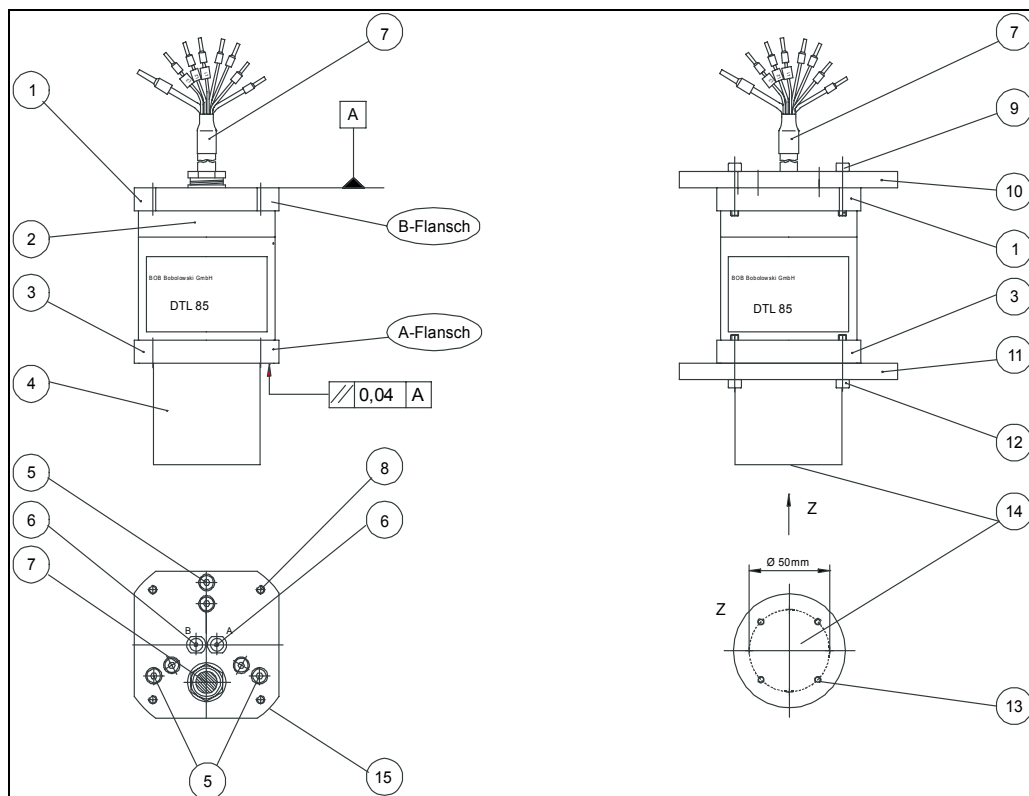
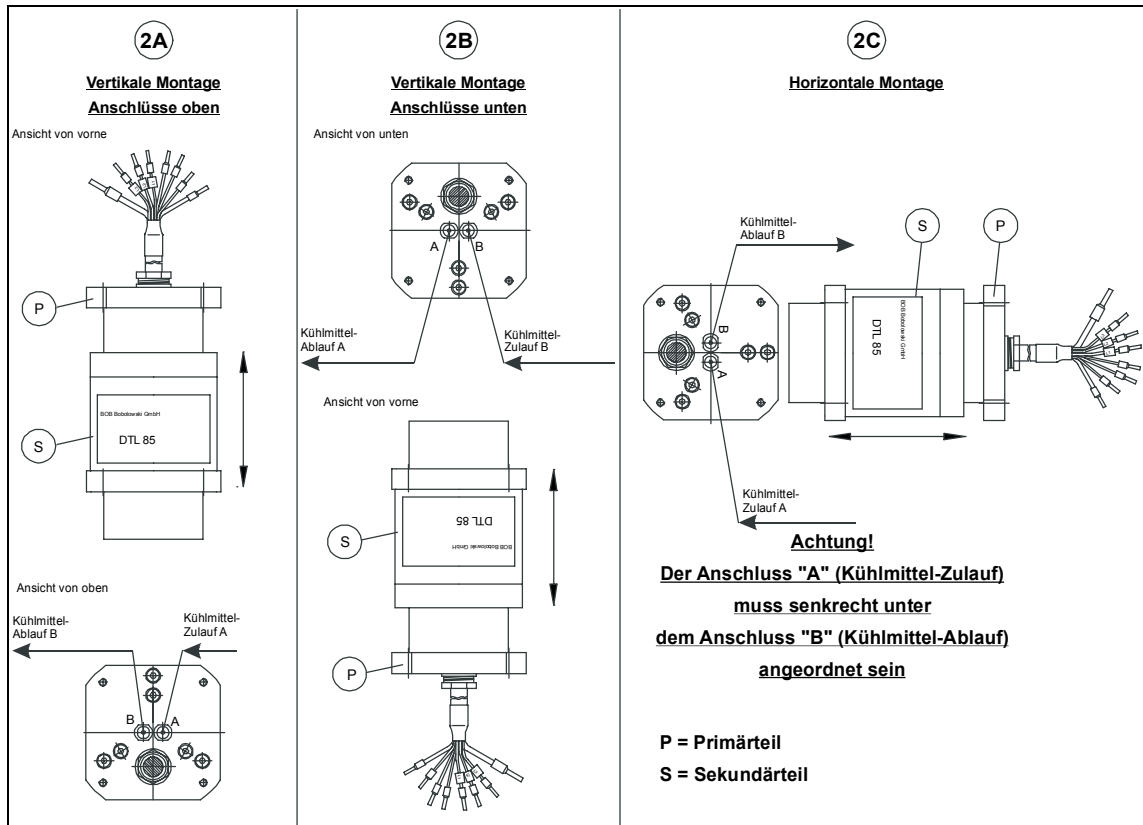

Abbildung 1
Abbildung 2
- Beim Entpacken ist zu beachten, dass an der Stirnseite des Sekundärteils (3) Magnete frei zugänglich sind. Die Annäherung von ferromagnetischen Teilen an diese Magnete stellt eine Gefährdung für das Montagepersonal dar und kann den Motor beschädigen.
- Bei der Lieferung sind Primärteil (Abb.1(1)+(4)) und Sekundärteil (Abb.1(2)+(3)) des Motors durch 3 Stück Transportsicherungsschrauben M5x12 (Abb.1(5)) verbunden. Beide Teile werden durch eine Eindrehung am Flansch des Primärteils (1) gegeneinander zentriert.
**Andere als die in Abbildung 2 dargestellten Einbaulagen sind nicht zulässig!**
- Die Anwenderkonstruktion ist so auszuführen, dass die Transportsicherungsschrauben (Abb. 1 (5)) auch nach der Montage zugänglich bleiben.
- Die beiden Montageflächen für die Motorflansche müssen parallel angeordnet sein (Abb. 1).
- Der Stahlflansch des Sekundärteils (Abb. 1 (3)) ist für Transport und Lagerung durch ein Korrosionsschutzöl gegen Rost geschützt. Bei der Montage ist dieser Flansch mit einem geeigneten Korrosionsschutzmittel zu behandeln, damit an der Kontaktfläche kein Rost entsteht.
4. Der Motor wird **im Lieferzustand** in die Anwenderkonstruktion (Abb.1) eingebracht.
**Zuerst** wird der B-Flansch des Primärteils (Abb.1 (1)) mit der feststehenden Montagefläche (Abb.1 (10)) mit 4 Stück Schrauben M5 (Abb.1 (9)) lose von Hand verbunden.
**Danach** wird der A-Flansch des Sekundärteils (Abb.1 (3)) mit der beweglichen und geführten Montagefläche (Abb.1 (11)) der Anwenderkonstruktion mit 4 Stück Schrauben M5 (Abb.1 (12)) lose von Hand verbunden.
5. Nach Entfernen der 3 Stück Transportsicherungsschrauben M5x12 (Abb.1 (5)) wird das Sekundärteil des Motors in der Anwenderkonstruktion beweglich und der Motor ist damit zentriert eingebaut.
6. Um den Motor mechanisch zu stabilisieren hat das Primärteil des Motors  **vier Gewinde M4 / 6 tief (Abb.1 (13)) in der Stabilisierungsscheibe (Abb.1 (14)).** Durch eine starre Verbindung mit der Anwenderkonstruktion werden eventuell auftretende Schwingungen gedämpft.
7. Der Anschluss der Kühlung erfolgt durch Anschluss von Schläuchen mit einem Außendurchmesser 6 mm und Innendurchmesser 4 mm an die Wasseranschlüsse (Abb.1 (6)). Die Kühlwasseranschlüsse sind auf dem Motor mit „A“ und „B“ gekennzeichnet. Bitte beachten Sie bei der Montage und beim Kühlwasseranschluss die Einbaulage des Motors um die erforderliche Kühlung zu gewährleisten (siehe Abb. 2).
9. Das flexible Anschlusskabel (Abb.1 (7)) des Motors ist für thermische Belastungen < 90°C geeignet. Es darf nur fest verlegt werden. Bei Dauerbewegungen, wie sie z.B. in einer Schleppkette auftreten, muss vor dem Punkt der Bewegung eine Umsetzung auf ein entsprechendes Kabel erfolgen. Auf das Kabel darf auch beim Transport des Motors kein Zug ausgeübt werden. Die am Kabel angegebene Leiterbezeichnung (U, V, W) gilt für ein dreiphasiges, rechts-drehendes System und entspricht einer Bewegung des Sekundärteils in Richtung der Stabilisierungsscheibe (Abb.1 (14)).
11. Zur Demontage des Motors aus der Anwenderkonstruktion wird das Sekundärteil in die obere Position gebracht und mittels drei Schrauben M5x12 (Abb.1 (5)) mit dem Primärteil verbunden. In diesem Zustand kann der Ausbau des Motors aus der Anwenderkonstruktion erfolgen.
- **Das Trennen von Primär- und Sekundärteil des Motors durch Lösen der Transportsicherungs-Schrauben (Abb.1 (5)) ist nur nach Einbau in eine Anwenderkonstruktion zulässig, da sonst durch die auftretenden magnetischen Kräfte der Motor beschädigt werden kann.**